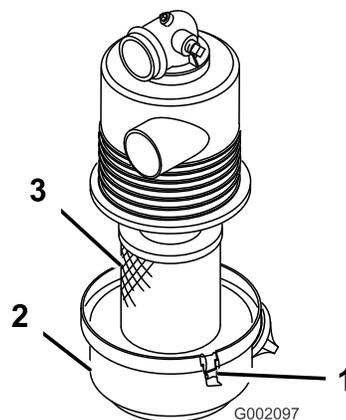

Bild 12
1. Prüfen Sie das Luftfiltergehäuse auf Beschädigungen, die eventuell zu einem Luftleck führen können. Stellen Sie sicher, dass die Abdeckung den gesamten Luftfilterkörper einwandfrei abdichtet (**Bild 12**).
2. Lösen Sie die Riegel, mit denen die Abdeckung des Luftfilters am Luftfiltergehäuse befestigt ist (**Bild 12**).
3. Nehmen Sie die Luftfilterabdeckung vom Luftfiltergehäuse ab und reinigen Sie die Innenseite der Abdeckung (Bild 12).
3. Setzen Sie den Luftfiltereinsatz in das Luftfiltergehäuse ein (Bild 12).
4. Fluchten Sie die Luftfilterabdeckung mit dem Luftfiltergehäuse aus (Bild 12).
5. Befestigen Sie die Abdeckung mit den Laschen am Gehäuse (Bild 12).